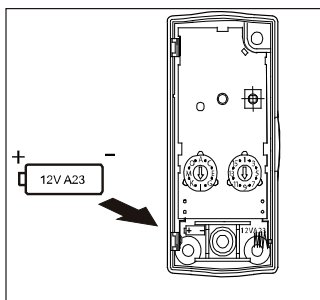

Fig. 6
4. Sätt i ett 12 V batteri (A23). Sätt aldrig i batteriet med fel polaritet, eftersom detta kan förstöra dörrtryckknapp 23-570 (fig. 6).